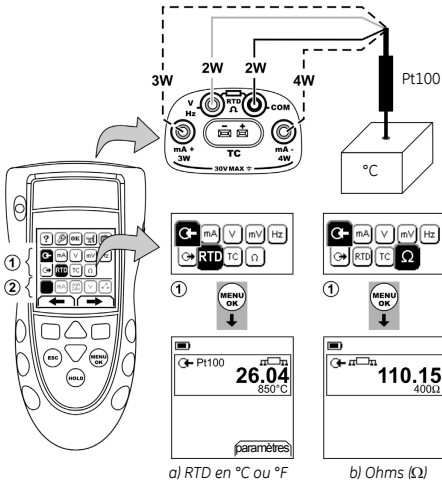

Figure 7 : Exemple de configuration - mesure de la température ou de la résistance
1. Raccordez l'instrument (Figure 7/8) et, si nécessaire, réglez le menu *Config.* (Tableau 1).